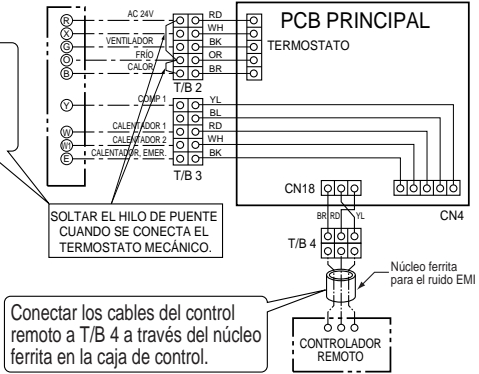

Figura 5E
■ **Bomba de calor - 1 comp, 2 calentadores (Figura 5E)**